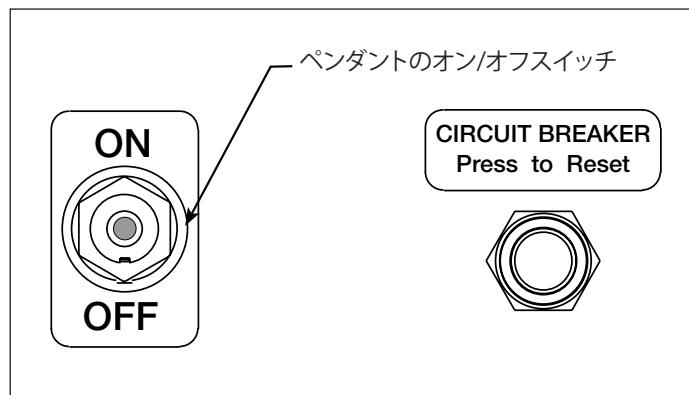

図6 ポンプ制御パネル
##### 5.1 ポンプ電源スイッチ(図6参照)
- 装置を電源に接続します。ポンプの電源スイッチをオンの位置に切り替えます。図6を参照してください。